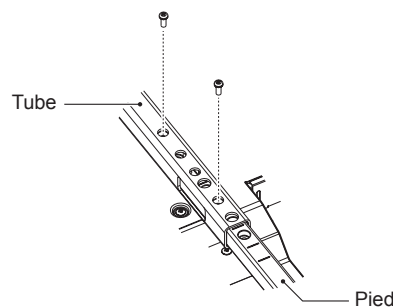

Figure 2
2. Fixez le pied et le tube avec les vis fournies. Fixez les deux trous de vis au niveau du tube (Figure 2).